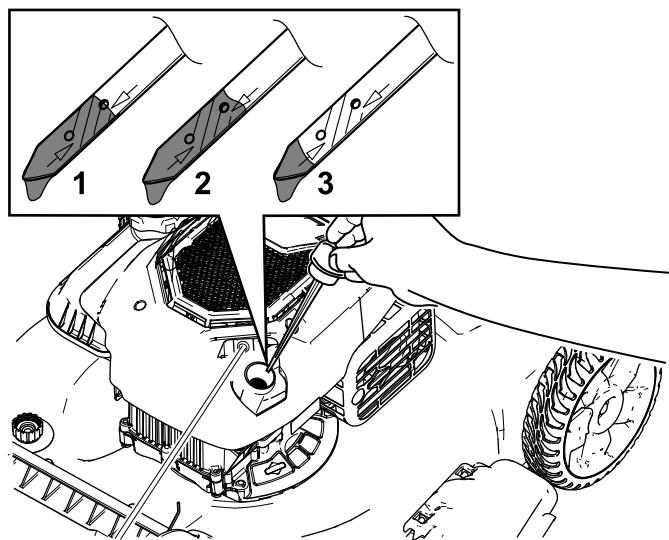

Figure 29
4. Basculez la machine sur le côté (filtre à air en haut) pour vidanger l'huile usagée par le tube de remplissage (Figure 29).